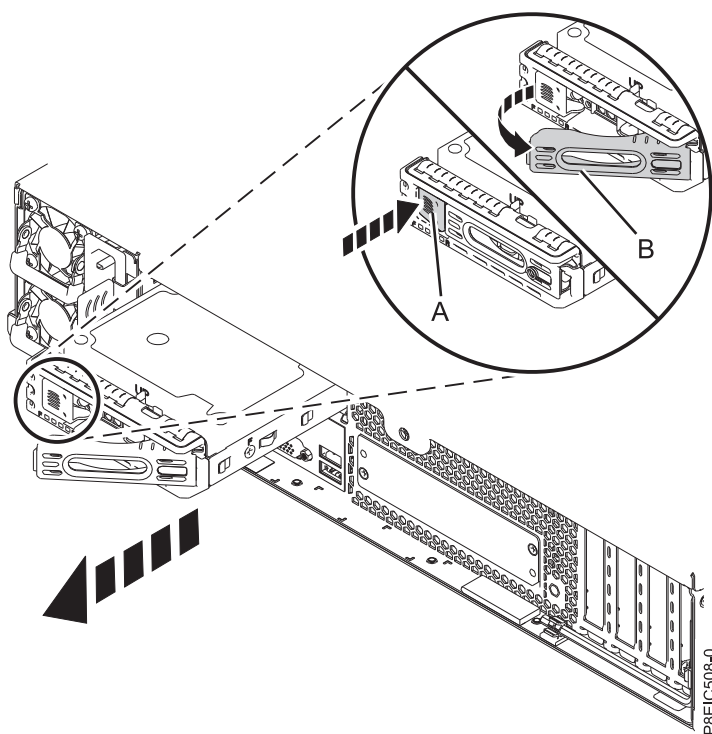

Figure 13. Retrait d'une unité arrière
3. Déverrouillez la poignée du tiroir d'unité arrière en appuyant sur le loquet de la poignée (**A**). La poignée sort d'un coup sec. Sortez complètement la poignée ; si elle n'est pas complètement sortie, le tiroir d'unité ne peut pas être retiré du système, comme illustré dans la figure 13.